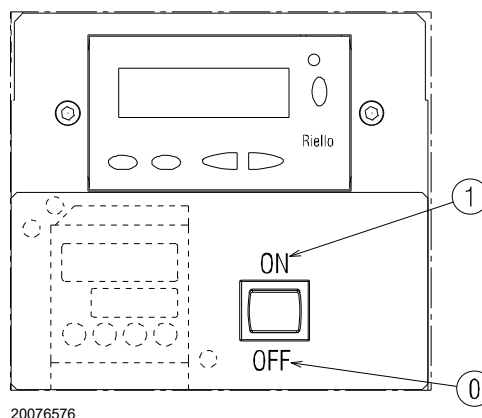

Fig. 26
Alimentați electric arzătorul prin intermediul deconectorului de pe panoul centralei. Închideți termostatele/presostatele și puneți comutatorul Fig. 26 în poziția „1/ON”.
- așezați Fig. 26 în poziția „0/OFF” și așteptați ca controlul flăcării să se oprească;
Arzătorul este în starea de așteptare a cererii de căldură sau comutatorul „0-1” (Fig. 26 la pag. 30) este în poziția „0”.